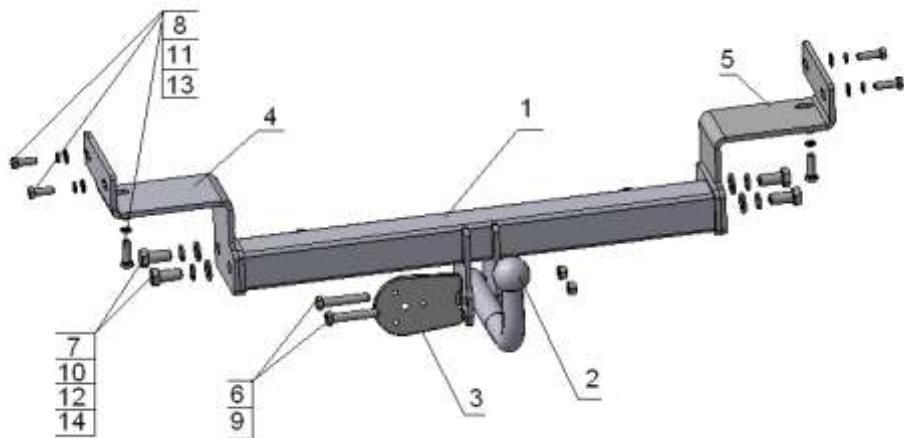

Рис.1
- в соответствии с рис.1 закрепить кронштейны поз.4,5 крепежными элементами;
- в соответствии с рис.1 закрепить ТСУ на кронштейны поз.4,5 ;